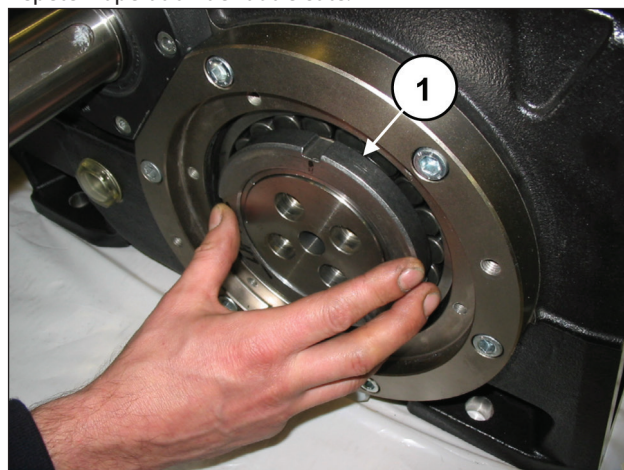
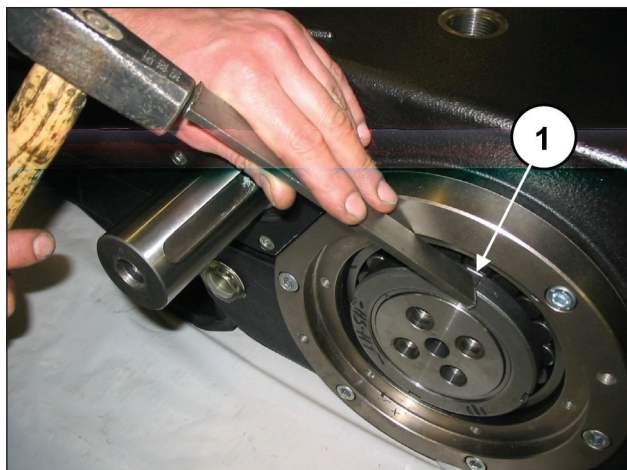

Fig. 16
Fig. 17
Sur un côté, visser une bague type SKF KM20 sur la douille de pression (rep. ①, Fig. 16), puis débloquer la douille à l'aide d'un outil à inertie (rep. ①, Fig. 17), sans la dégager. Répéter l'opération de l'autre côté.